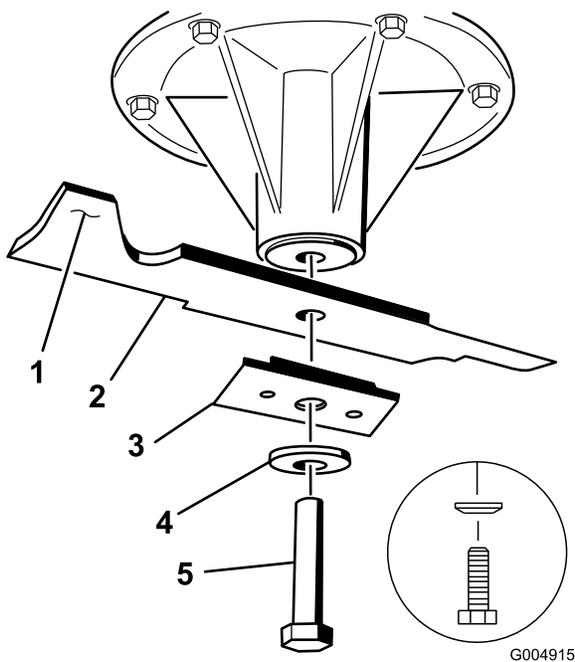

Figura 66
3. En las carcasas de corte de 36 y 52 pulgadas, retire del eje el perno de la cuchilla, la arandela curva, el refuerzo y la cuchilla (Figura 66).
3. En las carcasas de corte de 36 y 52 pulgadas, instale la cuchilla, el refuerzo, la arandela curva y el perno de la cuchilla (Figura 66).